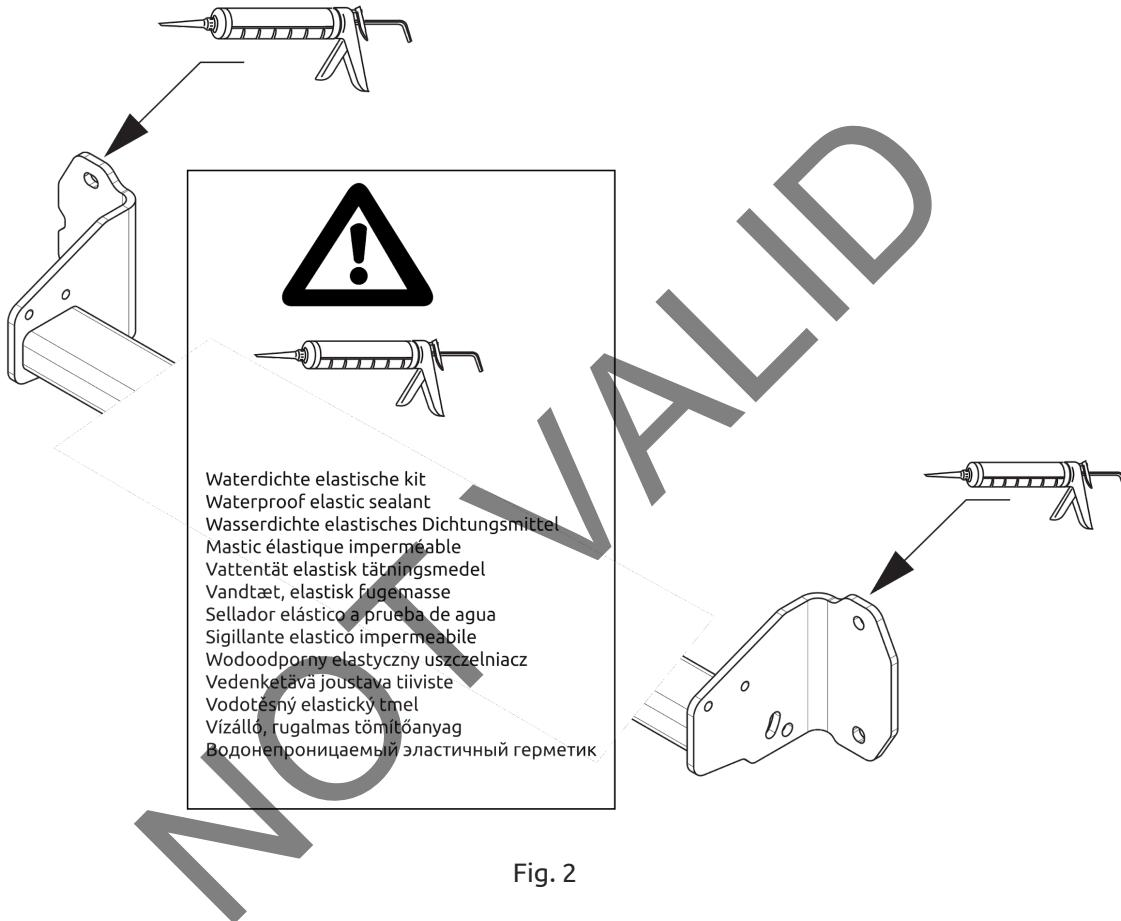

Fig. 2
4. Герметизировать обозначенные части (см. рис. 2).